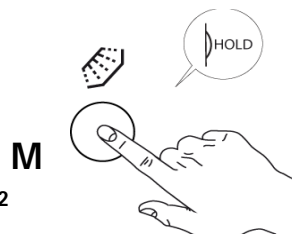

Fig.32
- 1- Appuyer le bouton "G" rinçage manuel à froid pour tout le temps que voulez pour refroidir la vaisselle. (Fig.32)